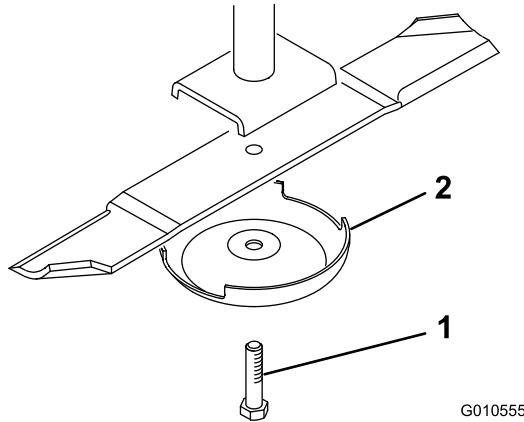

Figure 27
- Tenez la lame à son extrémité avec un chiffon ou un gant épais. Enlevez le boulon, la coupelle de protection et la lame de l'axe de pivot (Figure 27).